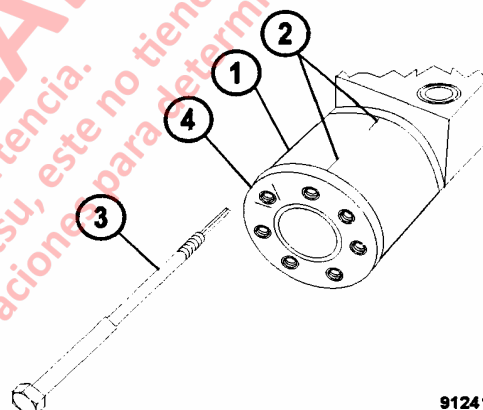

FIGURA 5-4 MARCADO DE LOS COMPONENTES DE LA VALVULA
2. Haga marcas de calce en el conjunto de la rueda de engranaje y la cubierta del extremo para asegurar la correcta ubicación durante el reensamblado. Consulte la Figura 5-4.
3. Retire los pernos y golillas de la cubierta del extremo. Retire el perno con pasador cilíndrico (3, Figura 5-4). Marque la ubicación del orificio del perno con pasador cilíndrico en la cubierta del extremo para facilitar el reensamblado.